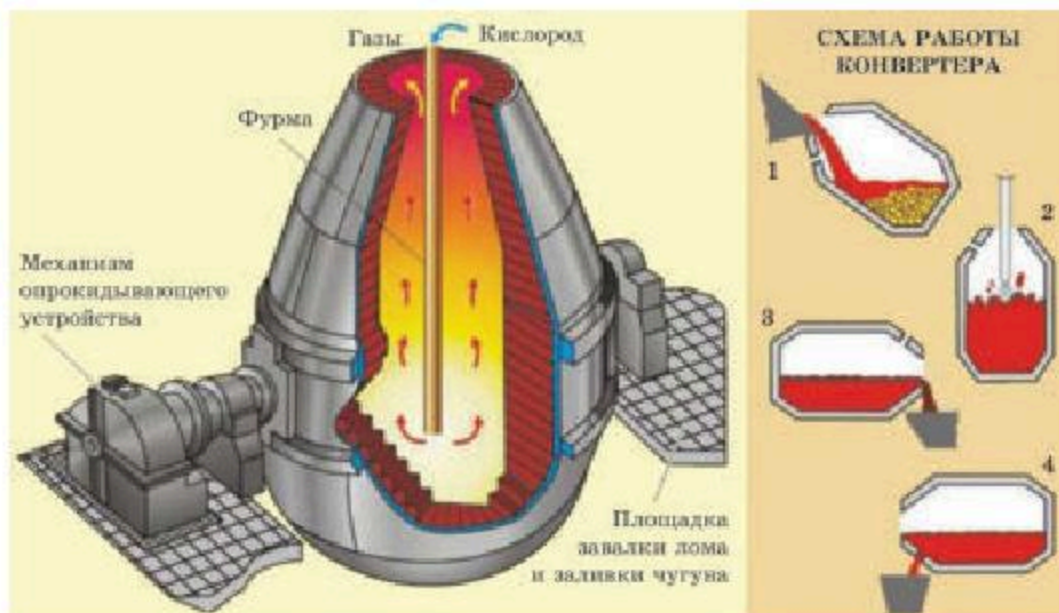

Рис. 66. Конвертер
1. В кислородно-конверторном (бессемеровском) способе используют специальную емкость для выплавки стали — конвертер, представляющий собой ретортообразный резервуар (рис. 66.). В конвертер заливают жидкий чугун, который продувается смесью кислорода с воздухом и углеводородами, и шихту, содержащую чугун, руду, стальной лом и флюсы, а затем подается чистый кислород.